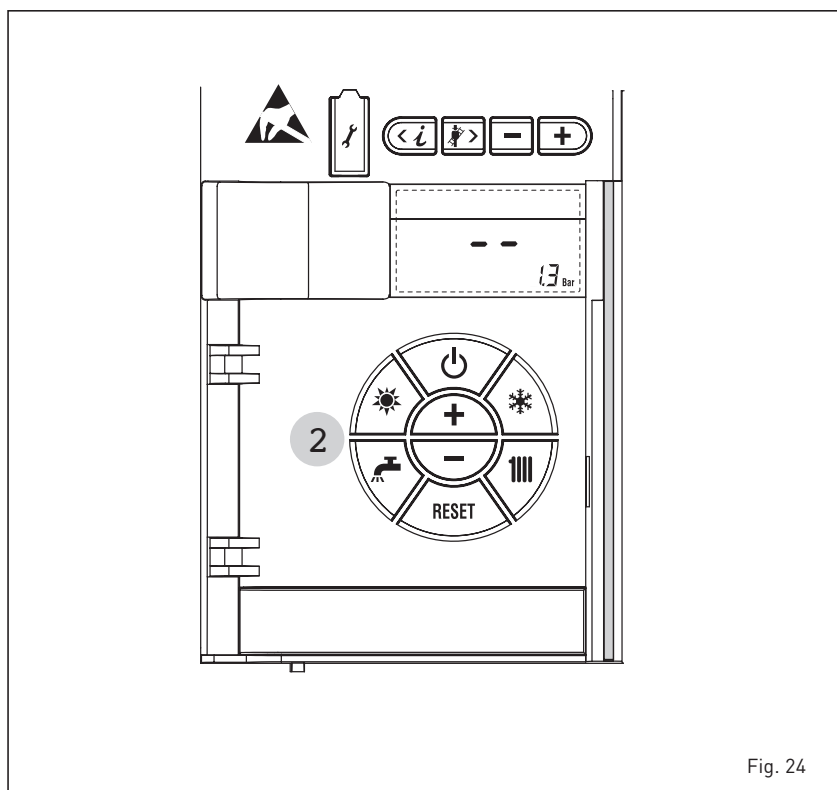

Fig. 24
### ENCENDIDO CALDERA (fig. 24)
#### APAGADO DE LA CALDERA (fig. 24)
En caso de breves ausencias, pulsar la tecla del panel de mandos (pos. 2). El display se presenta como indica la fig. 24.